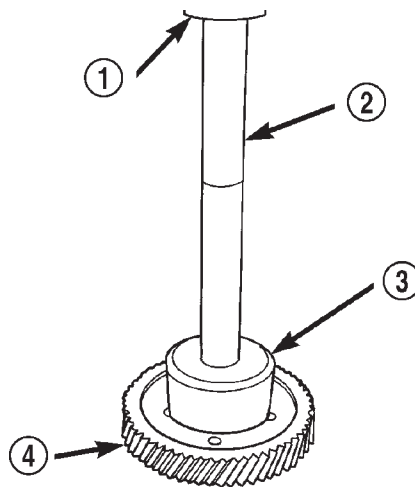

Fig. 93 Instalación del cono del cojinete del engranaje transmisor
(13) Instale el cono de cojinete del engranaje transmisor con la herramienta 5052 (Fig. 93).